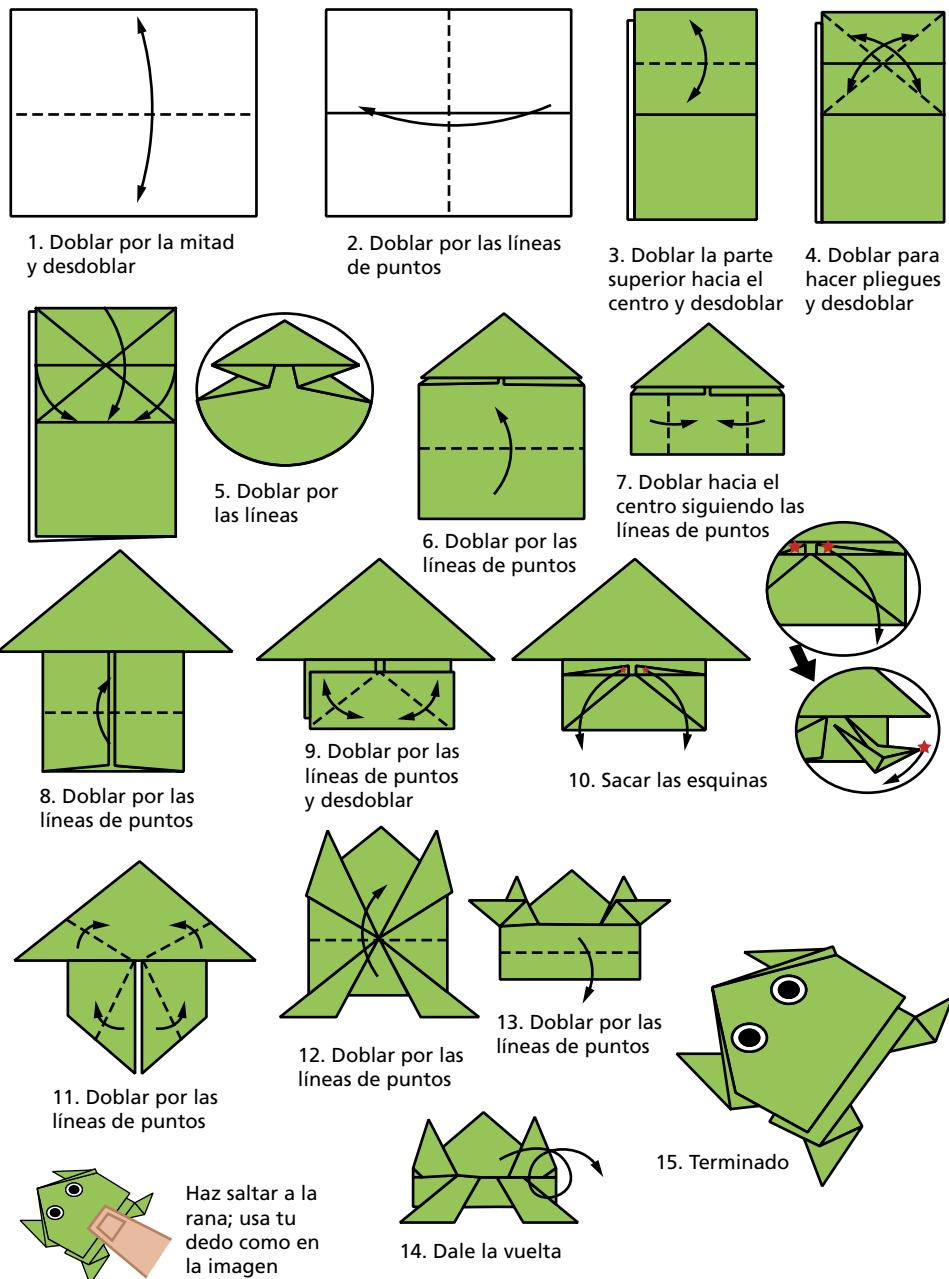

Fig. 7.23 Rana saltarina
5. Pasos para confeccionar una rana saltarina (fig. 7.23).